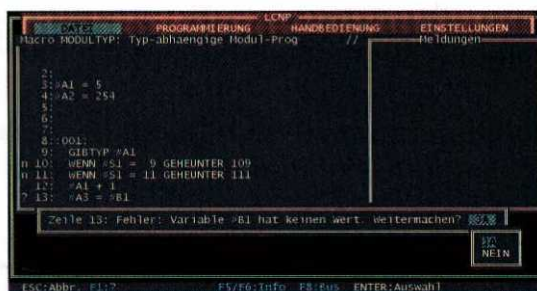

Bild 1: DOS-Programm LCN-P während einer Makrobearbeitung
- Bei der **Online-Parametrierung** werden die Busteilnehmer über einen direkt am LCN-Bus angeschlossenen PC parametrieren. Für LCN gibt es dazu das DOS-Programm LCN-P (Bild 1). Wegen seiner geringen Anforderungen an den PC und seiner sehr schnellen Arbeitsweise wird dieses Werkzeug auch heute noch häufig eingesetzt.